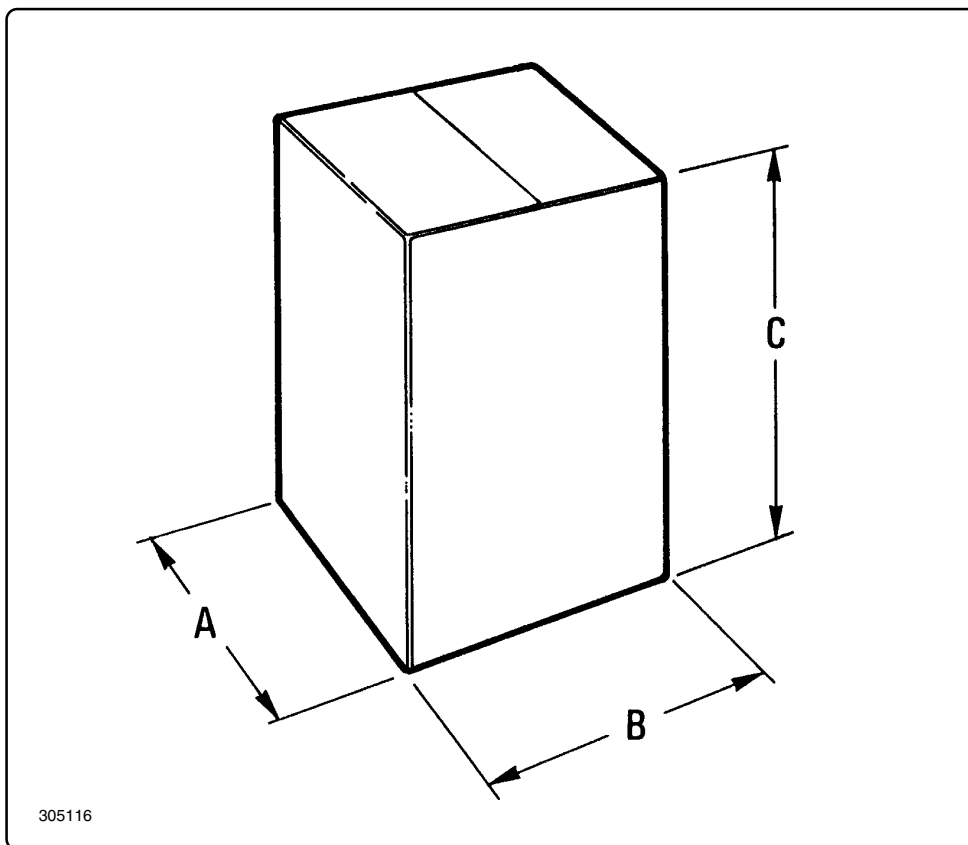

Fig. 4.2.1
L'aspiratore è ricoperto da un cartone (fig. 4.2.1).
*The vacuum cleaner is covered by a box (fig. 4.2.1).*
L'aspirateur est recouvert par un carton (fig. 4.2.1).
*El aspirador está recubierto con un cartón (fig. 4.2.1).*